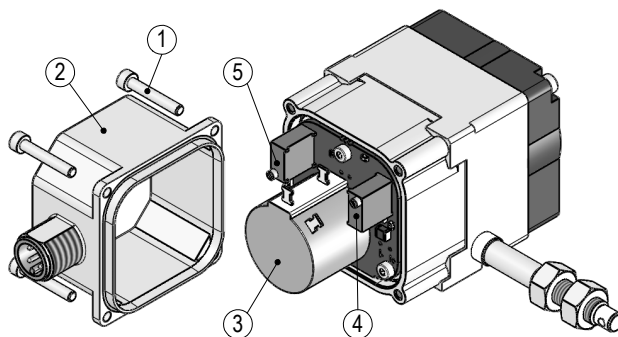

Abb. 12: Einstellen Trimpotis MWIHP/R
Durch zwei Trimpotentiometer Pe (5) und Po (4) (siehe Abb. 12) können diese Werte an die tatsächlichen Anfangs- und Endstellungen der Anwendung angepasst werden.